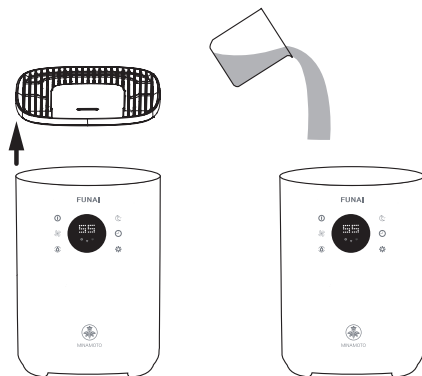

Рис. 2
5. Снимите крышку и залейте воду в резервуар (см рис. 2) или воспользуйтесь верхним заливом на крышке устройства (см рис. 3). Температура воды не должна превышать 40 °С.